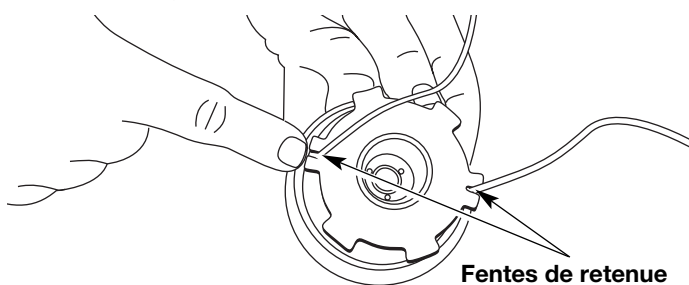

Fig. 30
12. Insérez les extrémités du fil dans les deux fentes de retenue (Fig. 30).